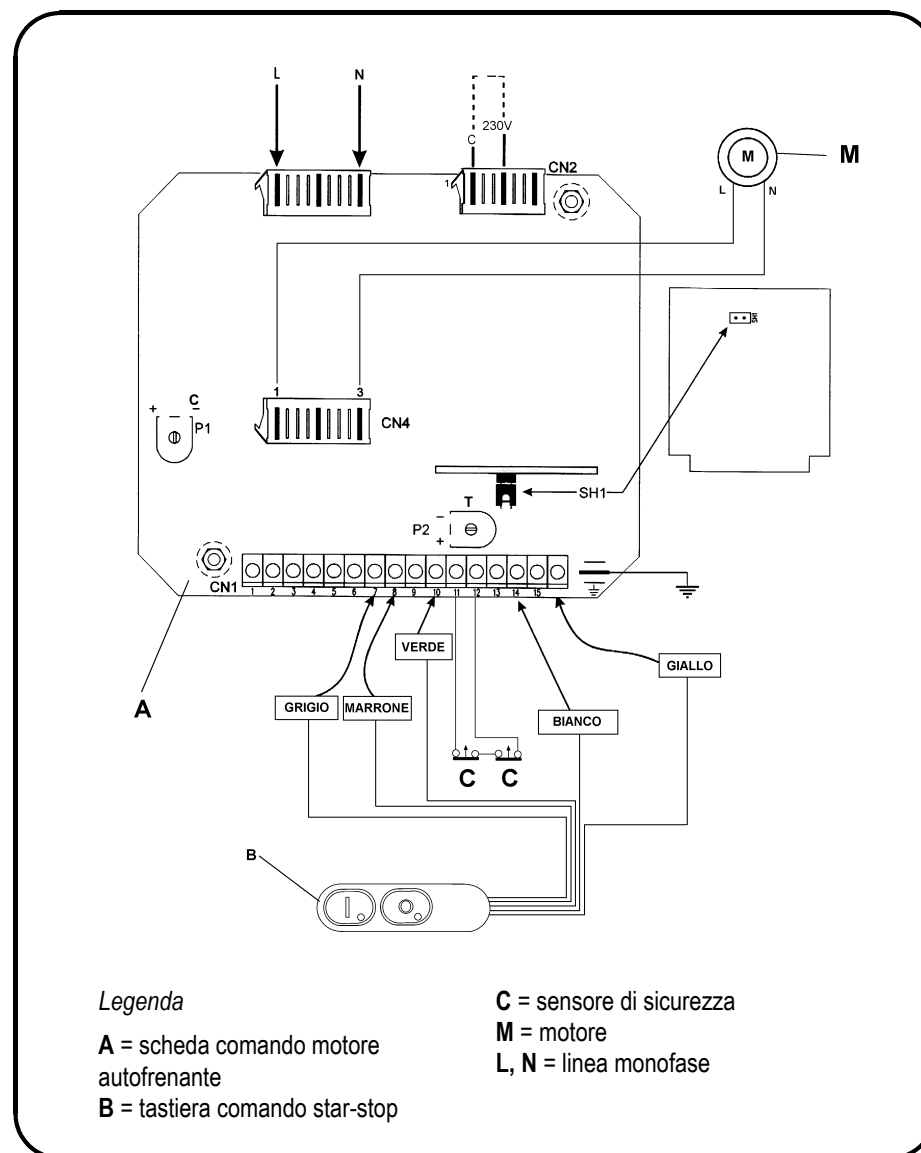

Fig. 2.5.2
2.5.2 Schema elettrico monofase a 230V (Fig. 2.5.2)